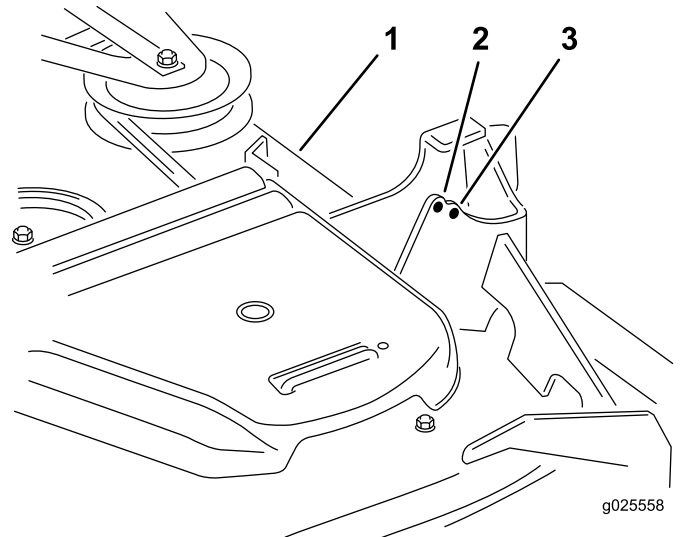

**Figure 83**
- 13. Si les 4 dispositifs de réglage du plateau n'offrent pas une capacité de réglage suffisante pour obtenir la hauteur de coupe précise avec le râtelier souhaité, vous pouvez ajuster le système monopoint (Figure 83).
14. Pour ajuster le système monopoint, commencez par desserrer les boulons de fixation des plaques de hauteur de coupe avant et arrière (Figure 83).
16. Serrez les 2 boulons au bas de la plaque de hauteur de coupe (Figure 83).